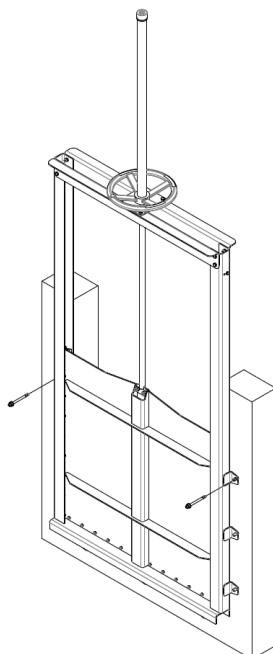

Figura 11
- Instalar un anclaje a cada lado de la compuerta. Una vez instalado el primer anclaje, y antes de taladrar el agujero para el anclaje del otro lado, asegurarse de que el bastidor está perfectamente nivelado (ver Figura 11)